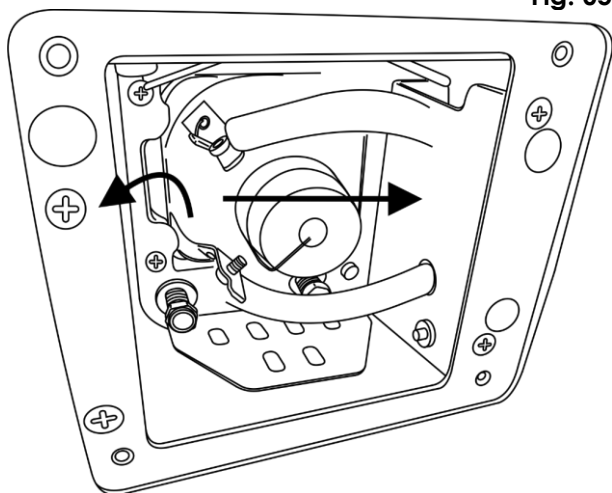

Fig. 07
- 08) Spingere la lampada verso destra e bloccare il lato sinistro in posizione (fig. 07).